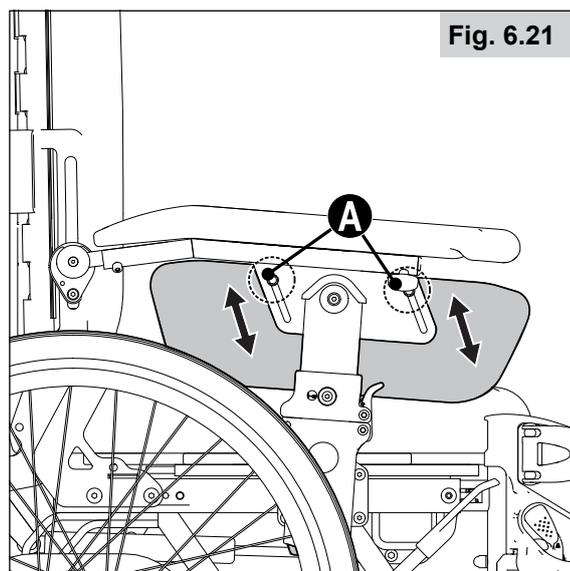

Fig. 6.21
6.20 Ajuste de la altura del protector de ropa (Fig. 6.21)